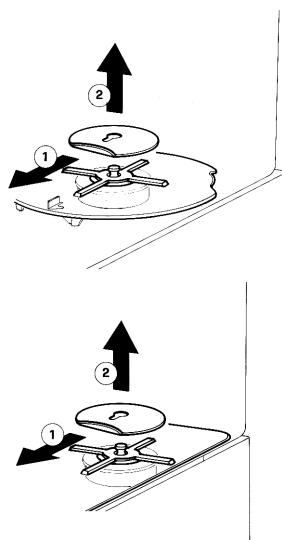

Bild 1
- 2 - (1) Clip ausrasten und nach oben abnehmen (2) (Bild 1).